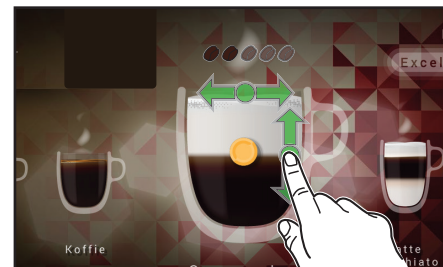

Fig. 4.6 - "Lag din egen" - styrke > forhold
- **DRIKKSTYRKE** - flytt punktet, som er plassert midt i koppen, til venstre eller til høyre (kaffebønner er uthevet, noe som indikerer styrken på drikken) (fig. 4.6)
- **FORHOLD MELLOM INGREDIENSER** (brukes ved blandede drikker) - flytt punktet opp eller ned for å justere porsjonene for ingrediensene (fig. 4.6).